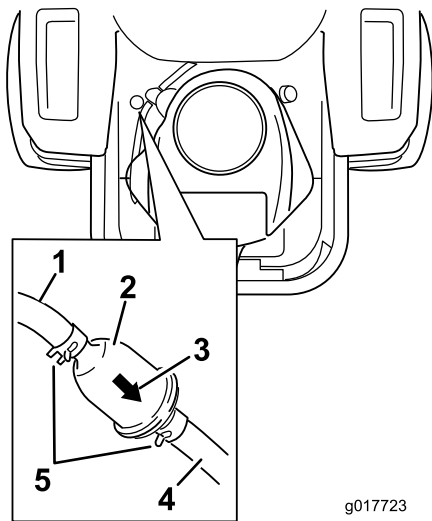

Figure 44
4. Soulevez le siège et localisez les filtres à carburant, comme illustré à la Figure 44.
7. Posez un filtre neuf en veillant à orienter la flèche indiquant le sens d'écoulement vers le moteur. Rapprochez les colliers de flexibles du filtre (Figure 44) pour le fixer en place.